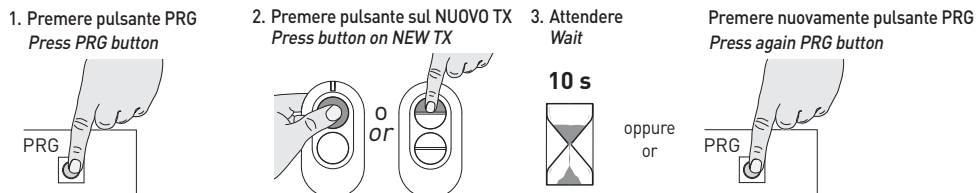

Fig.3
4. Memorizzazione trasmettitori (tutti i modelli) (Fig.3)
4. Transmitter storage (all models) (Fig.3)
4. Mémorisation des émetteurs (tous les modèles) (Fig.3)